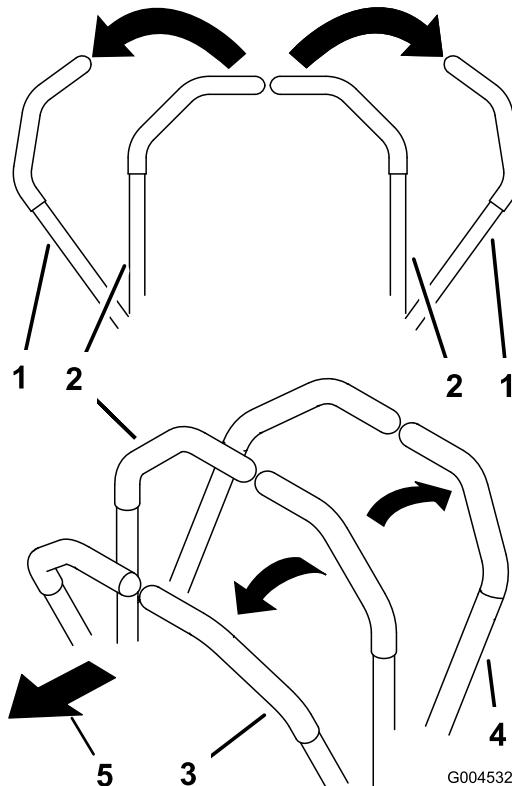

Bild 17
2. Drücken Sie die Steuerhebel langsam nach vorne, um vorwärtszufahren (Bild 17).
Wenden Sie denselben Druck auf beide Fahrantriebshebel an, um geradeaus zu fahren (Bild 17).
Verringern Sie zum Wenden den Druck auf den Fahrantriebshebel in der Richtung, in der Sie wenden möchten (Bild 17).